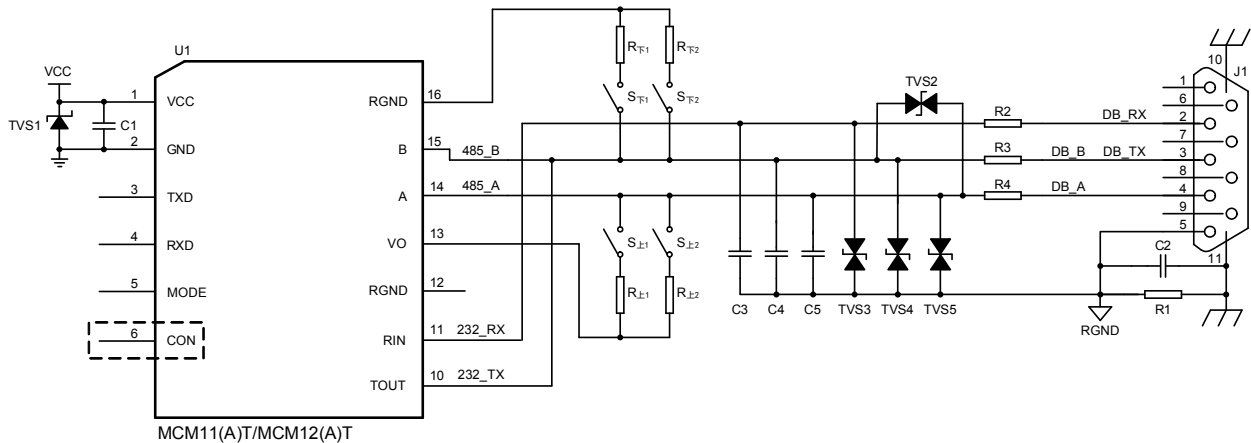

图 3 DB9 口的推荐应用电路图
(2) MCM11(A)T/MCM12(A)T (MCM11(A)T 无 CON 脚) 隔离 RS-485/232 收发器模块与 DB9 口的推荐应用电路图如图 3 所示, 推荐参数如表 2 所示。推荐电路图和参数值只做参考, 请根据实际情况来确定适当的参数值。